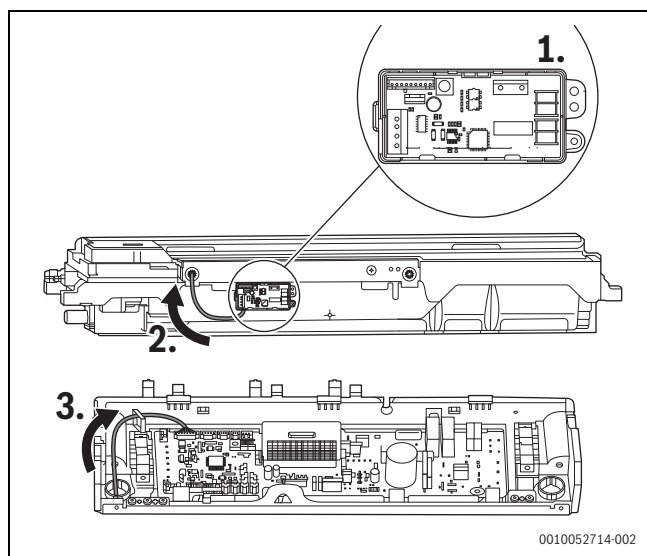

Fig. 3
3. Fissare il kit di comunicazione con 10 viti ST3.9 e infilare il filo di collegamento nel foro bassa tensione fino al corrispondente morsetto per collegamento di estensione CN18 sulla scheda madre (fig. 3).